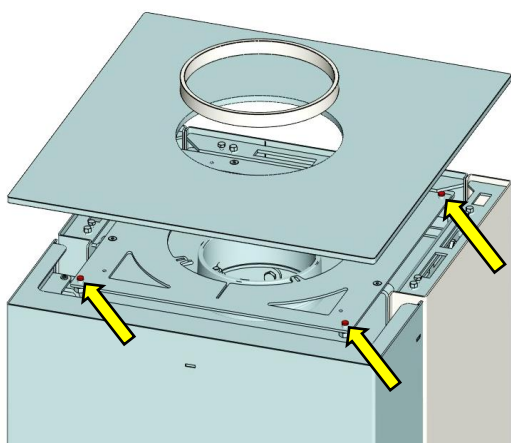

Fig. 7: Position Auflageschrauben
1. **Retirez la plaque décorative en verre**, qui repose librement sur le poêle, puis enlevez les 4 vis de support avec les tampons en silicone (voir Fig. 7)
6. Remplacez la plaque décorative en verre et l'anneau de rayonnement (Fig. 7). La hauteur de la plaque décorative en verre peut être ajustée à l'aide des vis de support. Einbau Umlenplatten oder wodka HiClean-Filter® Technik (HCF02)